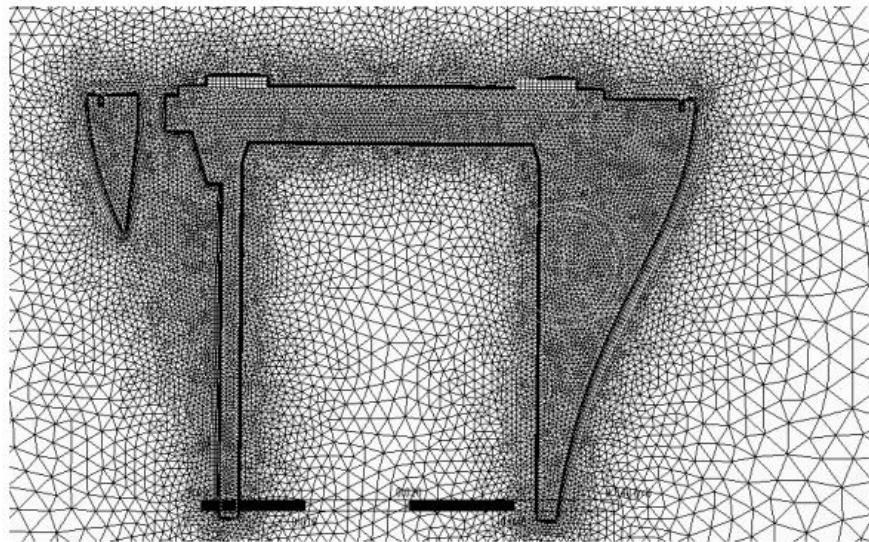

Рисунок 5 – Приклад згенерованої сітки
5. Згенерувати сітку, використовуючи команду **Mesh>Update** (приклад сітки зображений на рис. 5).